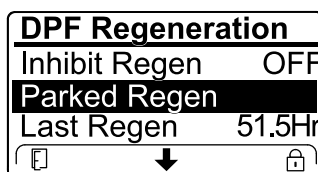

Figura 77
- În cazul în care computerul motorului solicită o regenerare de recuperare sau procesează o regenerare de recuperare și derulai în jos la opțiunea PARKED REGEN (Regenerare în stare de parcare), regenerarea în stare de parcare se blochează și pictograma de blocare (Figura 77) apare în colul dreapta jos al InfoCenter.